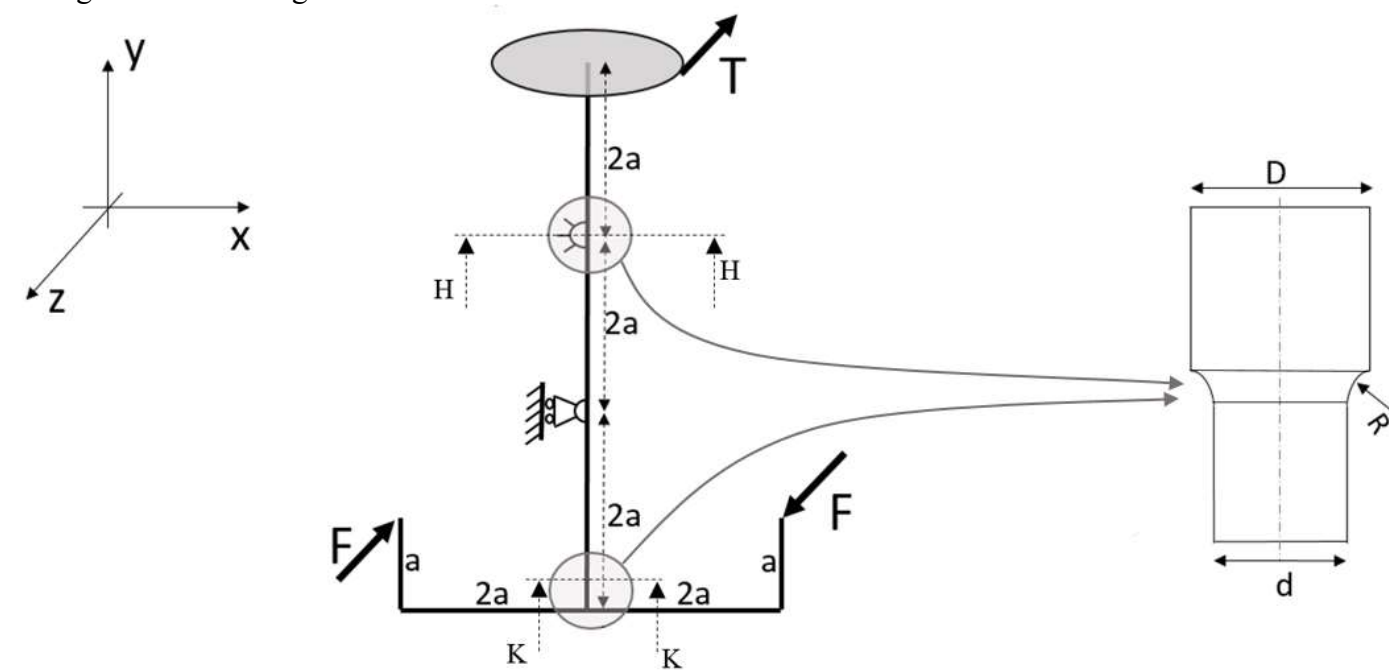

Figura 1: schema agitatore.
Si consideri lo schema di un agitatore riportato in figura 1. L'agitatore è posto in rotazione tramite un sistema a cinghia che impone un tiro T tangenzialmente ad una puleggia di diametro Dp . Il fluido reagisce con due spinte F come indicato in figura 1. L'albero principale è vincolato nello spazio tramite due cuscinetti, schematizzati in figura con un carrello ed una cerniera. Le due sezioni H-H e K-K in figura 1 sono associate alla medesima configurazione di intaglio.
- Verificare la resistenza dell'albero principale in corrispondenza del punto di calettamento del sistema pale (sezione K-K), ipotizzando la configurazione geometrica di intaglio indicata a destra in figura 1.
- Verificare la resistenza dell'albero principale in corrispondenza del vincolo di cerniera (sezione H-H), ipotizzando la configurazione geometrica di intaglio indicata a destra in figura 1.